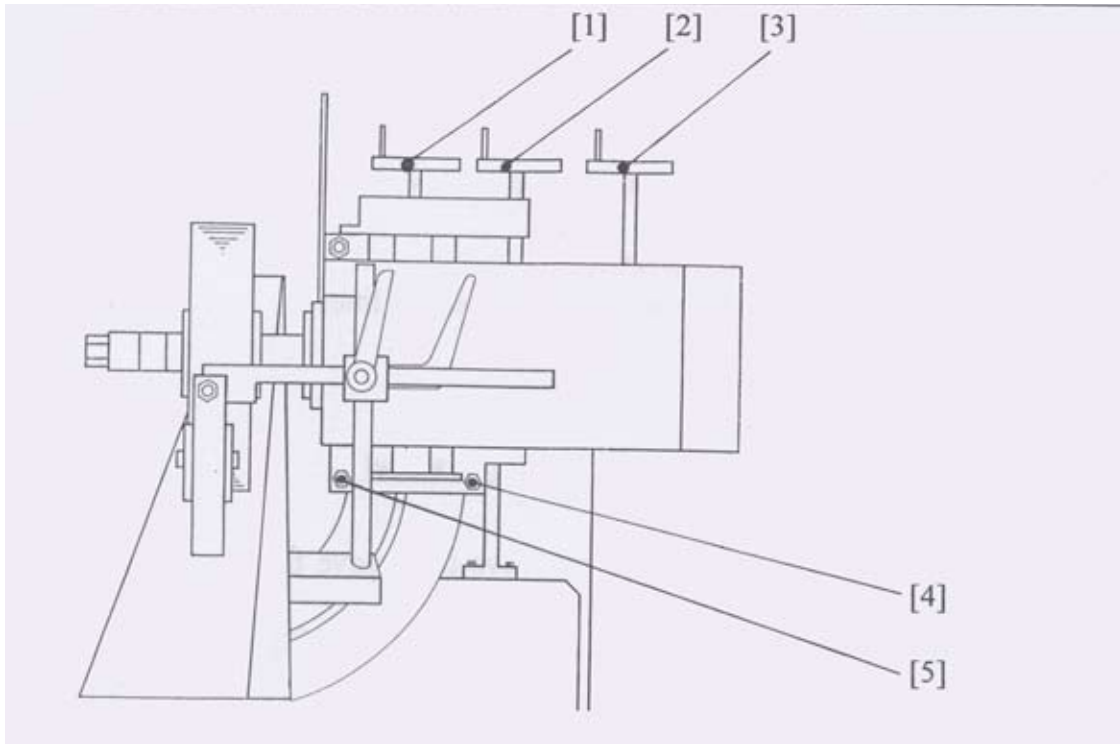

Рис. 4.1.
Установка высоты шпинделя осуществляется вручную колесом (см. рис. 4.1 [1]): вращение по/против направления часовой стрелки соответственно поднимает/ опускает шпиндель.
- 3) вращающийся круг колесами [1/2/3] рис. 4.1. силой прижимается к пропиленной заготовке.